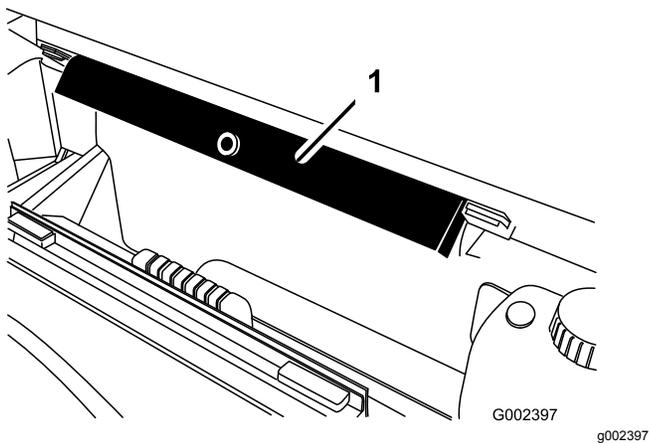

Рисунок 88
7. Выньте опору кузова из кронштейнов для хранения на задней стороне панели системы защиты при опрокидывании (Рисунок 88).